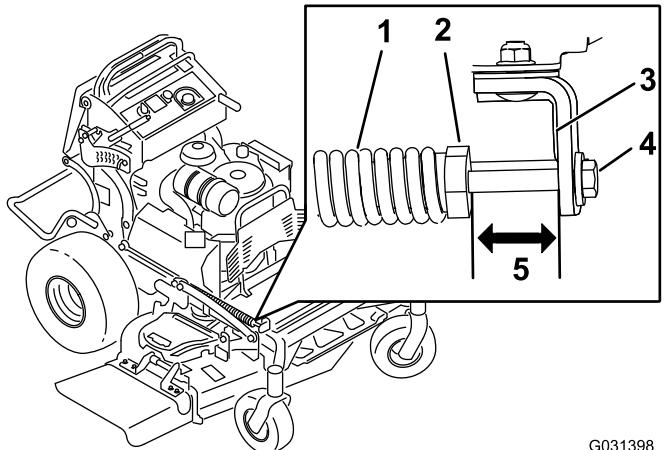

Figura 89
2. Verifique o comprimento entre a porca da mola e o lado traseiro do suporte de montagem soldado (Figura 89).
3. Certifique-se de que o comprimento se encontra entre 47 e 50 mm (Figura 89).
4. Se for necessário, ajuste a distância ao ajustar o parafuso na dianteira do suporte de montagem (Figura 89).